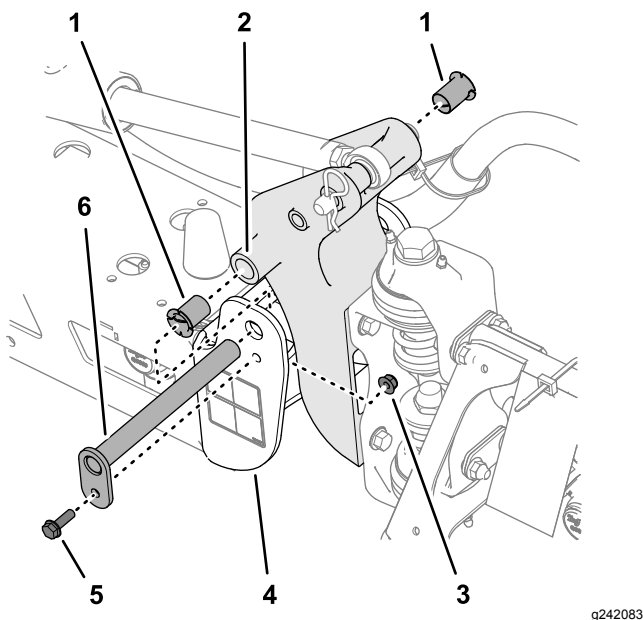

Рисунок 105
3. Отверните болт и гайку, которые крепят ось поворота, и снимите ось поворота (Рисунок 105).
5. Снимите и осмотрите нейлоновые втулки с передней и задней сторон кронштейна шарнира (Рисунок 105).
6. Нанесите тонкий слой масла на нейлоновые втулки и установите их в кронштейн оси поворота (Рисунок 105).
7. Совместите отверстия в кронштейне шарнира с отверстиями в швеллере (Рисунок 105).